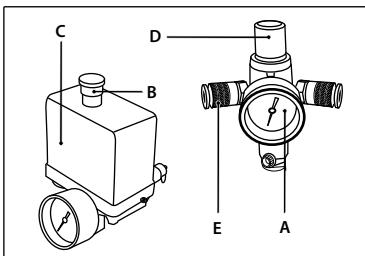

Рис. 9
Компрессор работает полностью автоматически при помощи реле давления (C) (рис. 9), останавливающего двигатель по достижении максимального давления и запускающего компрессор при падении давления до минимального установленного уровня (на 2 бара меньше максимального рабочего давления).
Чтобы остановить компрессор, переведите выключатель реле давления (B) в положение «OFF» (рис. 9) («Выключено»). Выключение прессостатом позволяет сбросить сжатый воздух, находящийся в цилиндрах и нагнетательном контуре компрессора, что облегчает повторный запуск.
Регулировка выходного давления сжатого воздуха возможна с помощью выходного редуктора и манометра расхода выходного воздуха. Для этого достаточно повернуть вентиль редуктора (D) по часовой стрелке для увеличения давления, против часовой стрелки – для уменьшения давления. Закончив работу, рекомендуется перевести значение выходного давления на нуль по манометру (A) (рис. 9). Данная операция необходима, чтобы предотвратить увеличение погрешности и быстрый износ редуктора.
Подключение пневматического инструмента к компрессору осуществляется с помощью выходного быстросъемного штуцера (E) (рис. 9) или разъема для пневматического шланга.